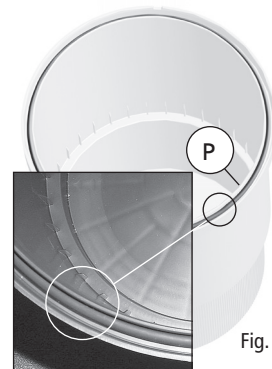

Fig. 1
- Avant le premier démarrage, il est nécessaire de mettre en place la bague d'étanchéité du couvercle (P), fournie individuellement dans un sac en polyéthylène. Il faut insérer cette bague convenablement dans sa cuvette située dans la partie supérieure du boîtier du filtre (Fig. 1).